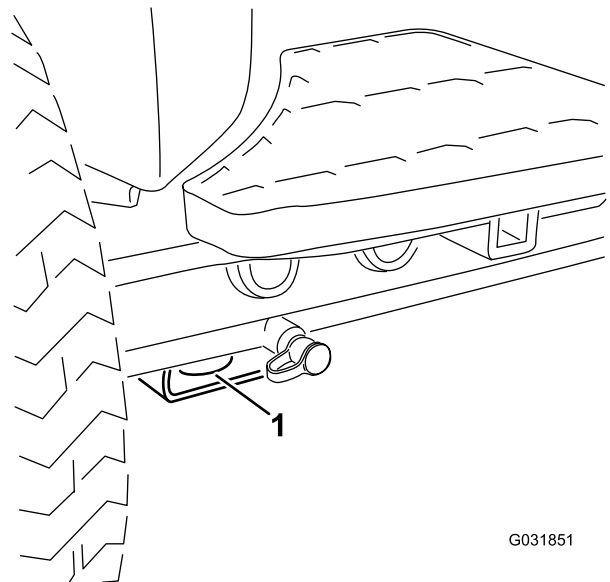
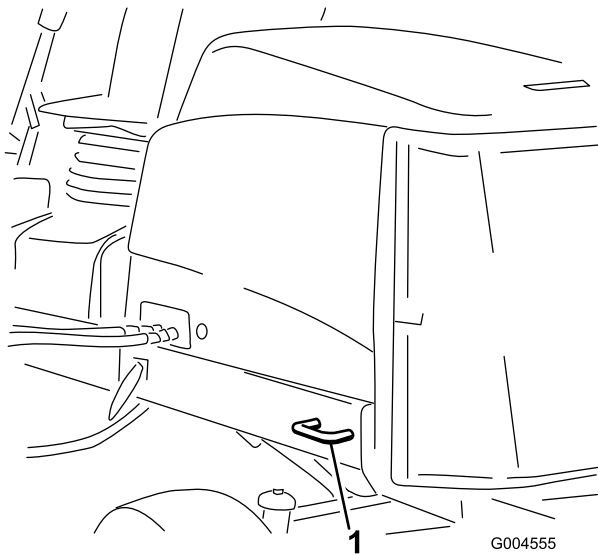

Figura 39
Figura 40
5. Utilice los puntos de amarre metálicos de la máquina para sujetar la máquina firmemente al remolque o al camión con correas, cadenas, cables o cuerdas (Figura 39 y Figura 40).
- Delantero – el orificio del bloque rectangular, debajo del tubo del eje, al interior de cada rueda delantera (Figura 39).
- Detrás – en cada lado de la máquina, en el bastidor trasero (Figura 40).